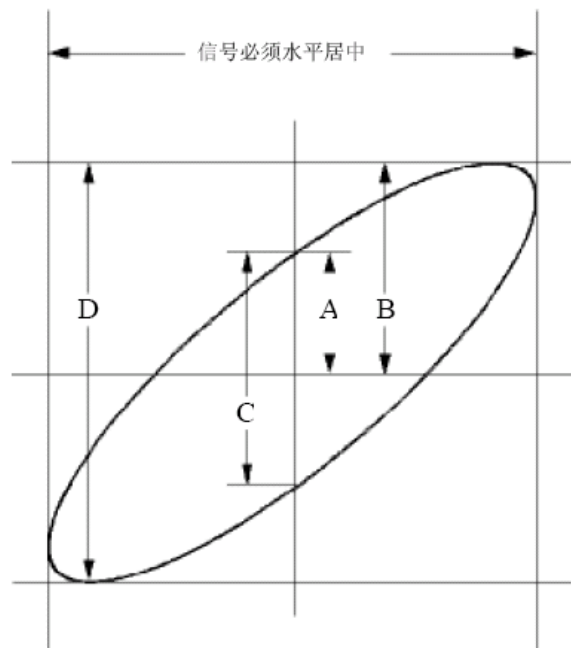

图 7-6: 李沙育 (Lissajous) 图形
- (7) 调整 A、B 旋钮使波形达到最佳效果。
- (8) 应用椭圆示波图形法观测并计算出相位差。见图 7-6。